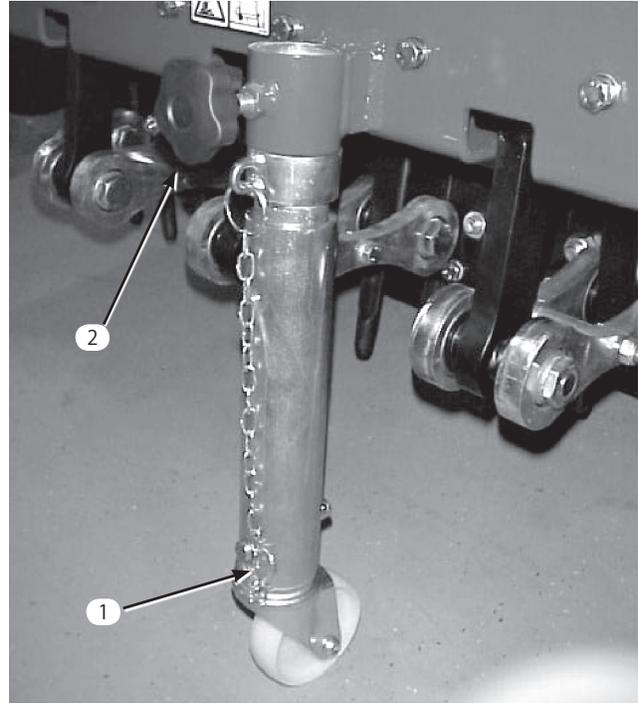

図10
6. 希望する設定にピンを差し込む(図10)。キャスタ・ノブを締め付ける。